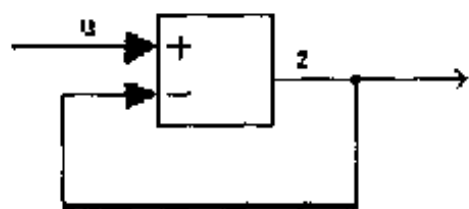

图 6.48 一个简单代数环示例
(1) 代数环系统。当一个直通输出输入端口由相同模块的输出(直接或通过其他直通输出模块的反馈)驱动时,就会产生代数环,如图 6.48 所示(反例,请参看后面“非代数直通输出环”)。